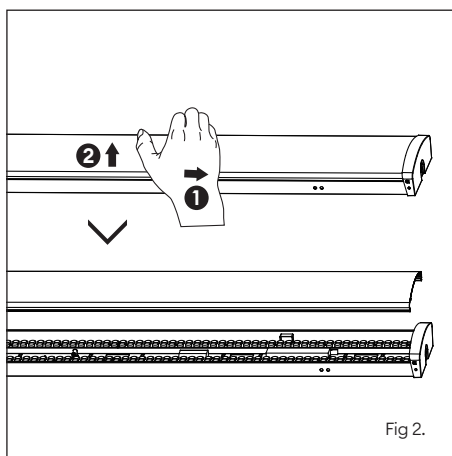

Fig 2.
- Slide diffuser in direction of retaining clips, then pull to release/remove (Fig 2).
- Faites glisser le diffuseur dans le sens des clips de maintien, puis tirez pour dégager/retirer (fig. 2).
- Far scorrere il diffusore in direzione delle clip di fissaggio, quindi tirare per sbloccare/rimuovere (Fig. 2).